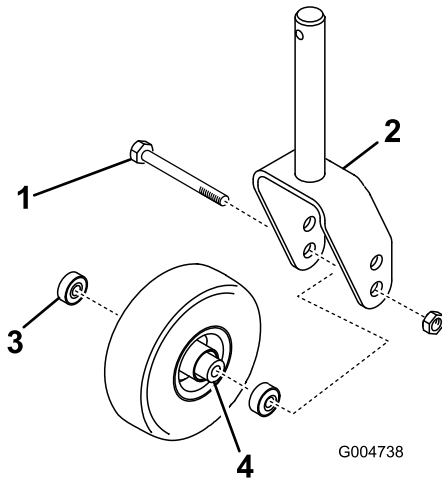

Bild 23
1. Entfernen Sie die Sicherungsmutter von der Schraube, mit der das Laufrad an der der Gabel befestigt ist (Bild 23).
3. Entfernen Sie das Lager aus der Radnabe und lassen das Lagerdistanzstück herausfallen (Bild 23).